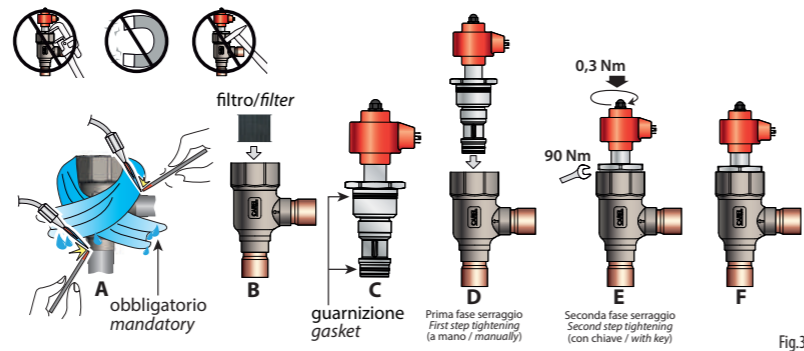

Fig.3
La valvola deve essere saldata al circuito seguendo la corretta direzione del flusso. Seguire la successione indicata in Fig. 3:
- Procedere alla saldatura orientando la fiamma verso l'estremità dei raccordi come da Fig. 3-A, insufflando in direzione ad uscire un opportuno gas inerte, utilizzando obbligatoriamente uno straccio bagnato avvolto al corpo valvola durante tutta l'operazione di saldatura. E' consigliato l'utilizzo di una lega a base argento, Ag134 (ISO17672, composizione Ag 34% Cu 36% Zn 27,5% Sn 2,5%) oppure Ag145 (ISO17672, composizione Ag 45% Cu 27% Zn 25,5% Sn 2,5%). Il corpo valvola può essere saldato mediante GTAW (Gas Tungsten Arc Welding). La temperatura del corpo valvola deve essere sempre inferiore ai 100 °C;
- Inserire il filtro valvola (cod. E5VFIL0100SP) all'interno del corpo valvola come in indicato in figura (Fig. 3-B);
- Verificare che le guarnizioni (cod. E5VORI0500SP) della cartuccia siano presenti e posizionate in sede (Fig. 3-C);
- Prima fase serraggio (a mano). Avvitare la cartuccia nell'apposito alloggiamento filettato del corpo valvola; eseguire l'operazione manualmente fino a 4 mm dalla completa battuta (Fig. 3-D);
- Seconda fase serraggio (con chiave). Serrare la cartuccia sul corpo della valvola con una coppia di serraggio suggerita di 90 Nm utilizzando una chiave a forchetta 32 (Fig. 3-E);
The valves must be welded to the circuit ensuring the correct direction of flow. Follow the sequence illustrated in Fig. 3:
- When welding, direct the flame towards the ends of the fittings, as shown in Fig. 3-A, blowing a suitable inert gas in the outward direction with respect to the valve body, and wrapping a wet rag around the valve body throughout the welding process. It is recommended to use a silver-based alloy, Ag134 (ISO17672, composition Ag 34% Cu 36% Zn 27.5% Sn 2.5%) or Ag145 (ISO17672, composition Ag 45% Cu 27% Zn 25.5% Sn 2.5%). The valve body can be welded using the GTAW (gas tungsten arc welding) process. The valve body temperature must never exceed 100 °C;
- Insert the valve filter (P/N E5VFIL0100SP) into the valve body as shown in the figure (Fig. 3-B);
- Check that the cartridge gaskets (P/N E5VORI0500SP) are positioned correctly in place (Fig. 3-C);
- First tightening (by hand). Screw the cartridge into the threaded seat on the valve body; screw by hand until 3 mm from fully tightened (Fig. 3-D);
- Second tightening (by spanner). Tighten the cartridge onto the valve body to a suggested tightening torque of 90 Nm using a 32 mm open-ended spanner (Fig. 3-E);